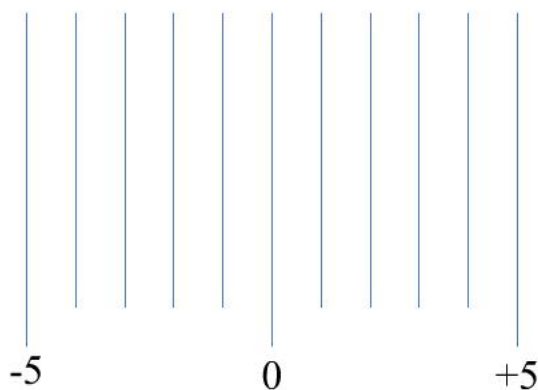

图 4
5. 在完成基本要求部分工作时, 需在平板上铺设一张如图 4 所示画有一组间距为  $1\text{ cm}$  平行线的打印纸 ( $10\text{ cm} \times 6\text{ cm}$ ), 平行线与电机转轴平行。